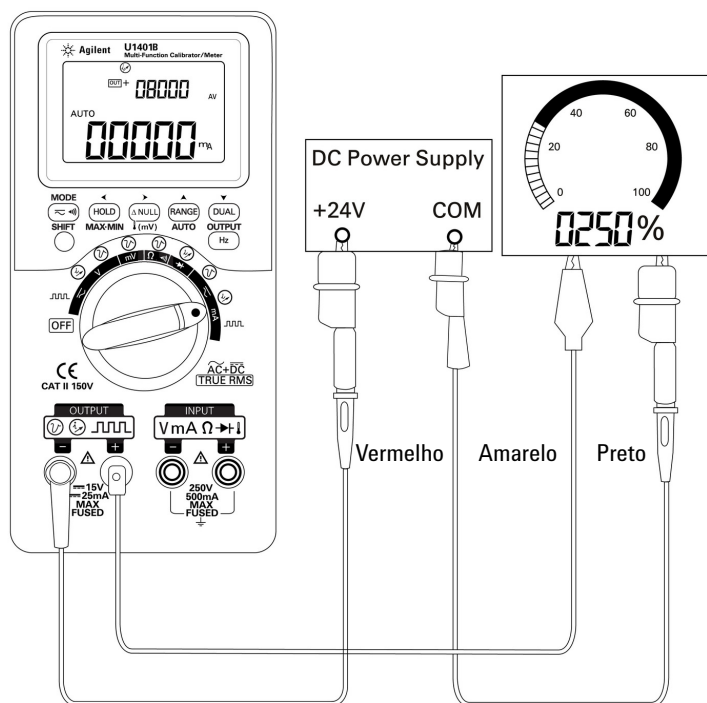

Figura 5-2 Simulação de saída de mA
- 2 Conecte o fio de teste amarelo especial entre o terminal de saída positivo do instrumento e o terminal positivo do dispositivo de medição no loop de corrente. Consulte a Figura 5-2 na página 89.